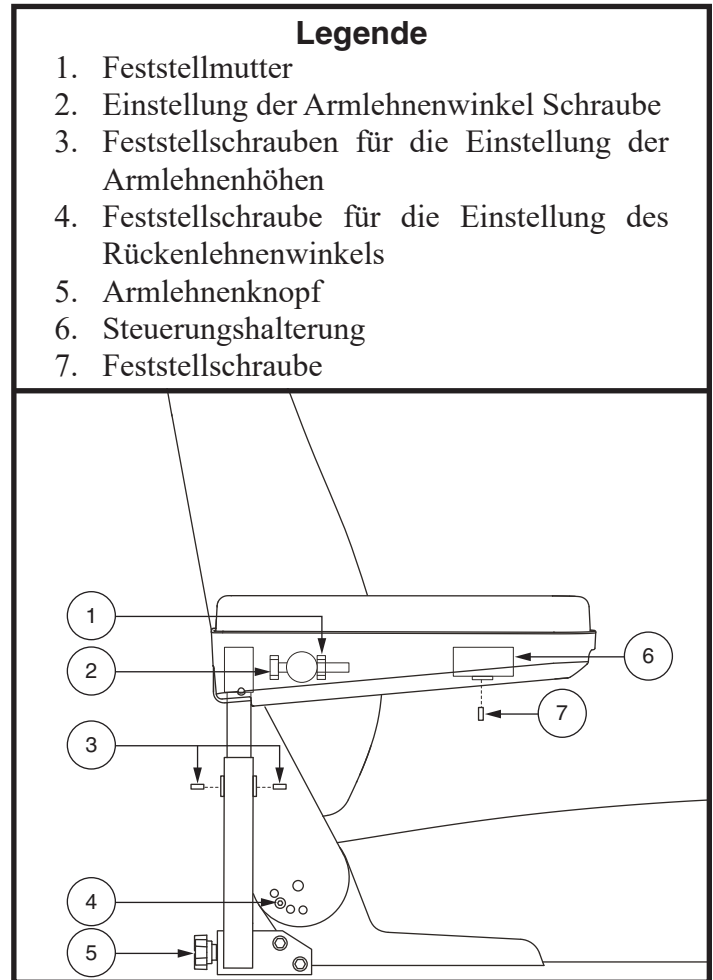

Bild 12. Einstellung der Rücken-/Armlehnen
HINWEIS: Bild 12 zeigt die gängigste Konfiguration der Befestigungselemente für die Sitzeinstellung. Die Konfiguration Ihres Produkts kann sich hiervon unterscheiden. Die Funktion der Befestigungselemente ist jedoch bei allen Konfigurationen ähnlich.
1. Entfernen Sie die Einstellschrauben von allen Sitzangeln. Siehe Bild 12.
1. Finden Sie die beiden Knöpfe an den Seiten der Halterung des Armlehnengriffstücks. Siehe Bild 12.
2. Lockern Sie die Feststellmutter. Siehe Bild 12.
1. Lockern Sie die beiden Feststellschrauben, die sich auf dem Griffstück der Armlehnen befinden. **Siehe Bild 12.**
2. Lockern Sie die Feststellschraube an der Steuerungshalterung. **Siehe Bild 12.**
5. Lösen Sie die Feststellschraube an der Unterseite jeder Armlehne. **Siehe Bild 12.**